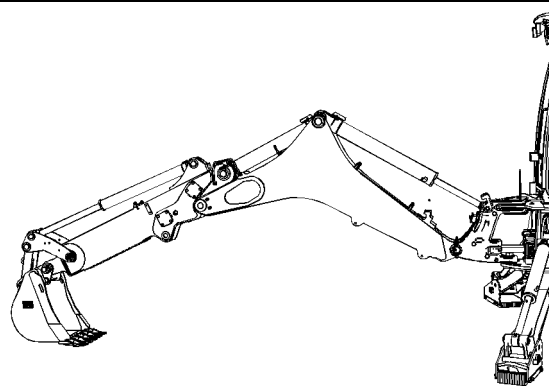

Ilustración 223
2. Sitúe la máquina. Refiérase a la Ilustración 223
4. En los agujeros de acceso (5), mida la separación entre la parte superior del tope de desgaste plano que está empernado al brazo interior y a la superficie interior del brazo exterior.